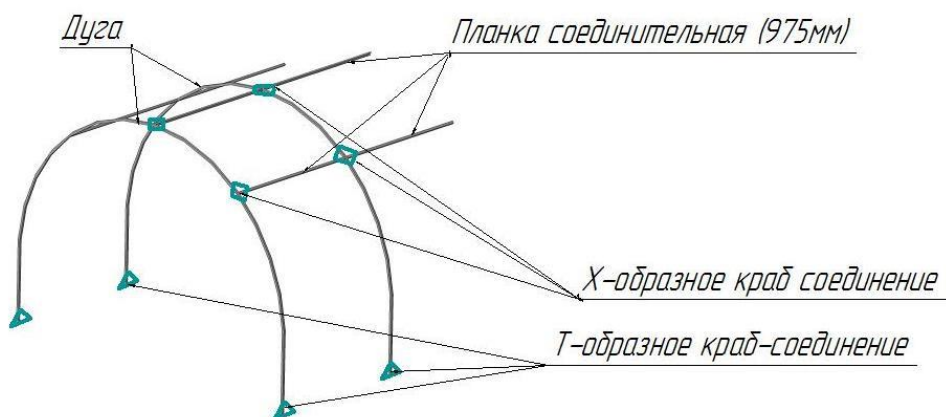

Рис.3 Схема сборки модулей каркаса теплицы «Апрель-Стандарт»
1. Уложите на землю торец теплицы таким образом, чтобы в вертикальном положении дверь открывалась наружу. К торцу с помощью Т-образных краб-соединений (Рис. 2Б) прикрепите соединительные планки размером 975мм. ( Рис.3 Торцевой модуль 1).
3. Повторите все действия монтажа с другим торцом (Рис.3 Торцевой модуль 2).
4. Если длина теплицы более 4 метров, то соберите промежуточные модули (Рис.3 Промежуточный модуль) в той же последовательности, что и торцевые модули, в количестве, соответствующем длине теплицы.